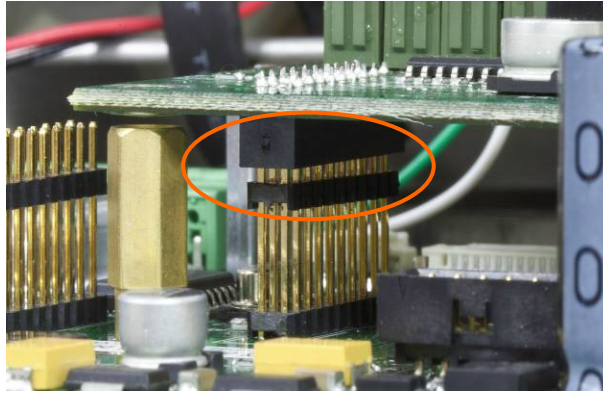

Abbildung 5-21: Ausrichten der Stifte auf der Optionsplatine
2. Drücken Sie die Optionsplatine vorsichtig nach unten, sodass alle Stifte auf dem Steckanschluss der Hauptplatine in den Sockel auf der Unterseite der Optionsplatine gleiten. Bei ordnungsgemäßem Einbau wird jeder Stift in ein passendes Loch im Steckanschluss eingeführt. Siehe Abbildung 5-21.